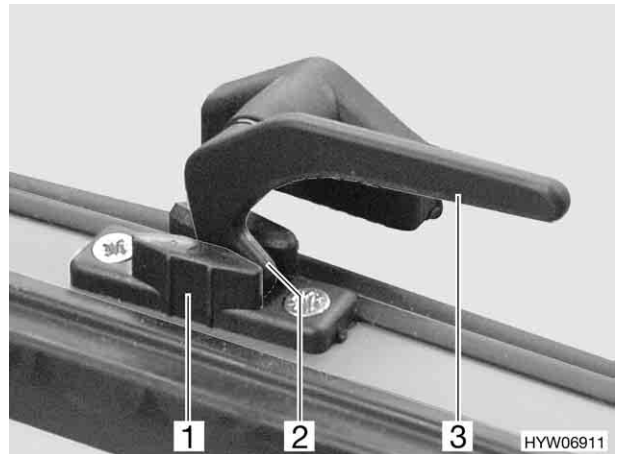
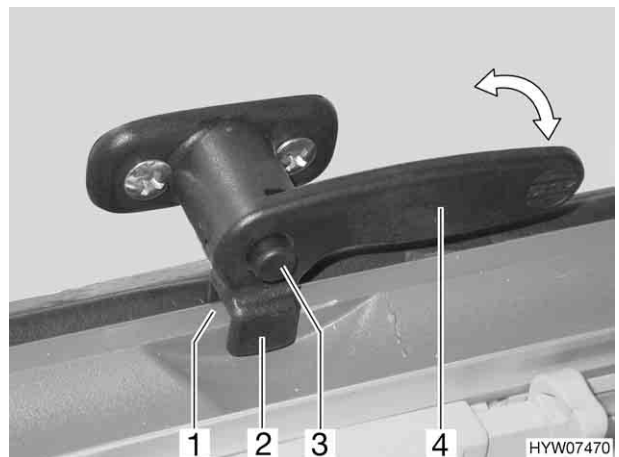

Fig. 43 Levier de verrouillage sans bouton de sécurité en position "Aération permanente"
Fig. 44 Levier de verrouillage avec bouton de sécurité en position "Aération permanente"
- Aération permanente (Fig. 43 ou Fig. 44)
- Le cas échéant, appuyer sur le bouton de sécurité (Fig. 44,3) et le maintenir enfoncé.
- Positionner le levier de verrouillage (Fig. 43,3 ou Fig. 44,4) à la verticale ou le tourner d'un quart de tour vers le centre de la fenêtre.
- Remettre le levier de verrouillage en position initiale. Introduire le tenon de verrouillage (Fig. 43,2) dans le logement prévu à cet effet dans le verrouillage de fenêtre (Fig. 43,1), ou la fourche (Fig. 44,2) du levier de verrouillage dans le verrouillage de fenêtre (Fig. 44,1).